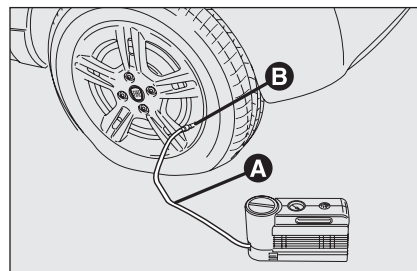

fig. 5
- ❑ **Accione el freno de mano.** Desenrosque el capuchón de la válvula del neumático, extraiga el tubo flexible de llenado **A**-fig. 5 y enrosque la corona **B** sobre la válvula del neumático.